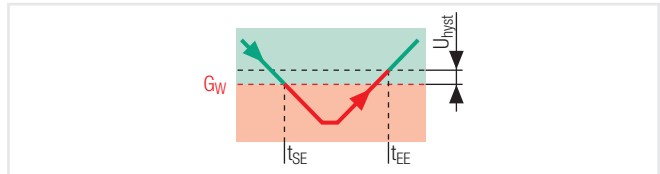

Bild 54 Funktionsweise der Spannungshysterese
Um eine Vielzahl von Ereignissen bei Messwerten um den Grenzwert (GW) zu vermeiden, ist bei den Qualitätsmerkmalen Spannungseinbruch und netzfrequente Überspannung eine Hysterese eingefügt (Bild 54). Diese beträgt typischerweise 1% der Nennspannung (U_N) und ist unter „Grundeinstellungen“ einstellbar.